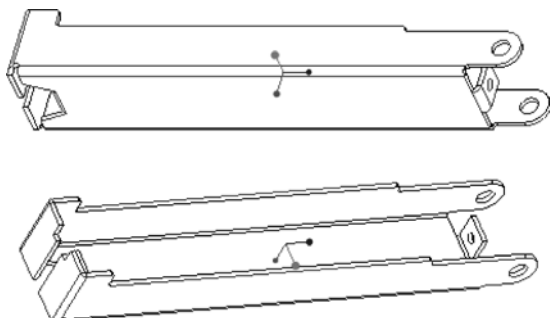
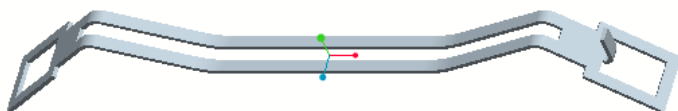

图 5-202 钣金零件
图 5-203 看图建模的钣金件 1
(1) 看图建模：请绘制用于订书机产品中的一个钣金零件，如图 5-202 所示。具体的尺寸由读者确定，可以参考现有的一些订书机产品。
(2) 请绘制一块厚度为 1.5 的平板模型（板面尺寸为 200×100），在其中排布一定数量的穿孔，排布方式和具体的形状尺寸由读者确定，然后在该平板模型的四周创建“平齐的”法兰壁。
(3) 看图建模：请绘制图 5-203 所示的钣金件，具体的尺寸由读者确定。